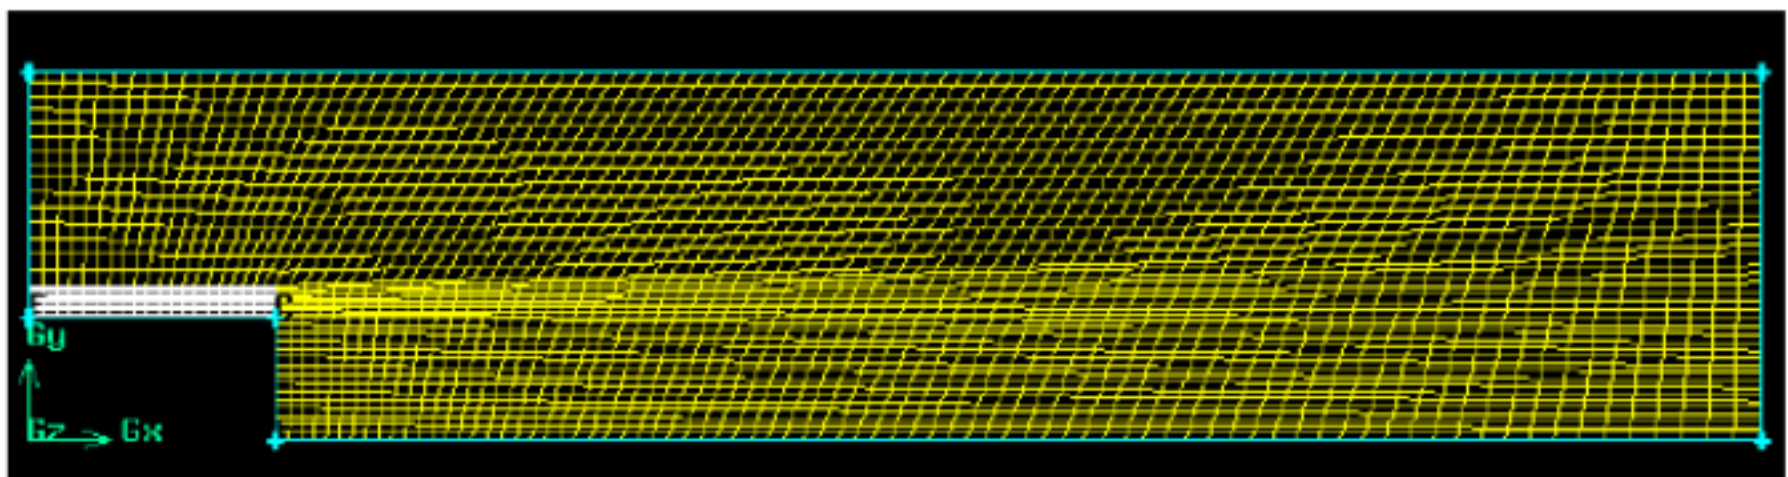

图 26
2. 选择视图中的面，系统中默认的网格点的类型为四边形结构网格。单击 Apply 按钮，观察网格的生成（见图 26）。